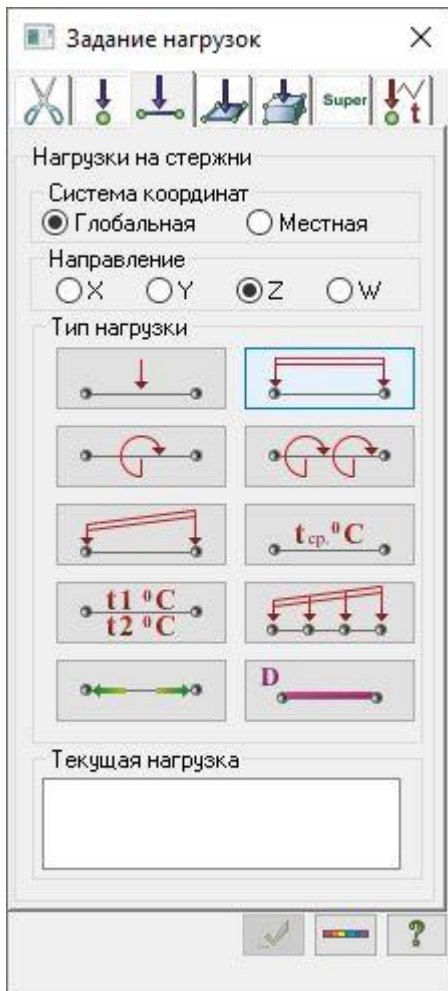

Рис.5.18. Диалоговое окно **Задание нагрузок**
- После этого вызовите диалоговое окно **Задание нагрузок** на закладке **Нагрузки на стержни** (рис.5.18), выбрав команду  – **Нагрузка на стержни** в раскрывающемся списке **Нагрузки на узлы и элементы** (панель **Нагрузки** на вкладке **Создание и редактирование**).